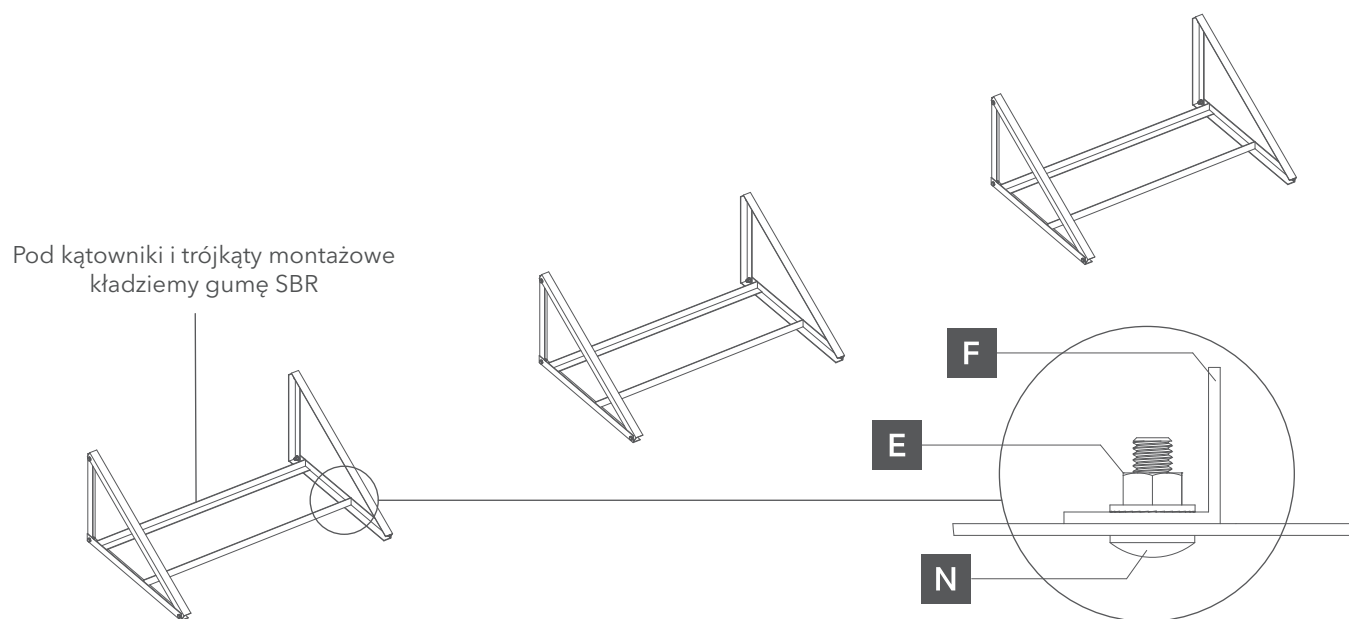

Rys. 1. Plan rozmieszczenia modułów
- 1** Przed przystąpieniem do montażu należy określić plan rozmieszczenia modułów (Rys. 1) oraz trójkątów montażowych (Rys. 2).